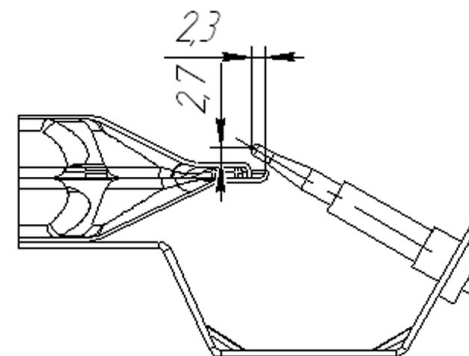

Рис. 12
** Чтобы правильно установить термопару, необходимо снять дно духовки, затем отрегулировать конец термопары согласно рис.12. Регулировка осуществляется подгибкой полки кронштейна крепления термопары.